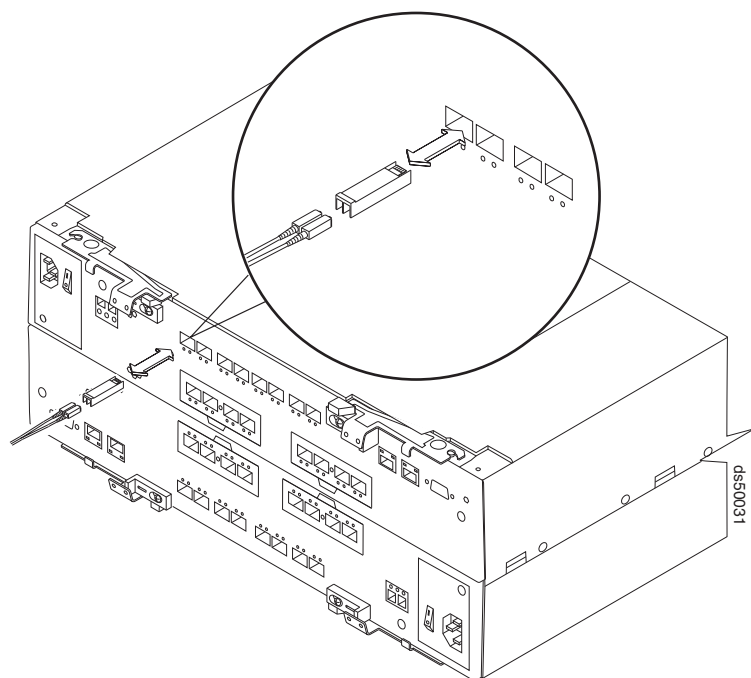

图 81. 在 DS5100 或 DS5300 中安装 SFP 模块和 LC-LC 电缆
- 1. 将 SFP 模块安装到存储子系统背面的驱动器小型集线器端口中（如第 123 页的图 81 中所示）。